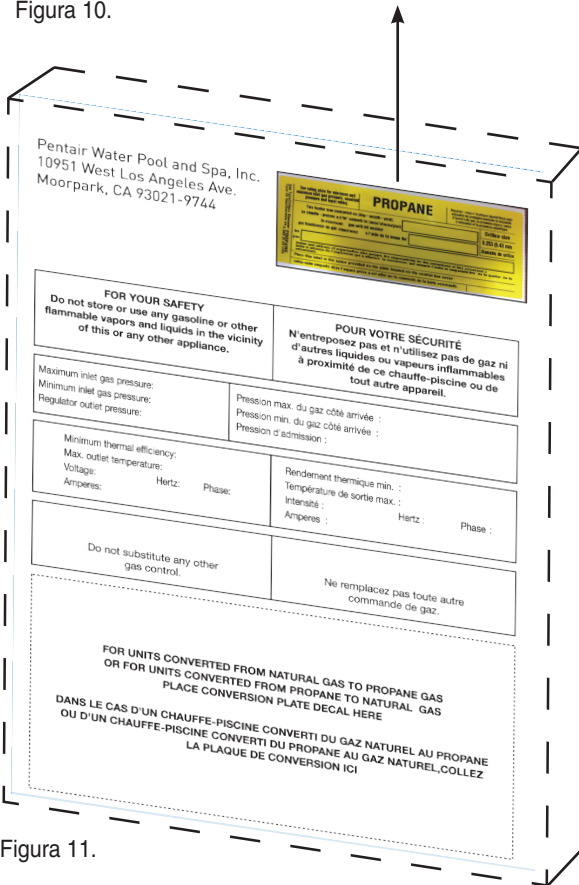

Figura 11.
19. **IMPORTANTE:** Escriba la fecha de la conversión en la etiqueta de conversión con un marcador permanente de punta fina, junto con el nombre y la dirección de los encargados de la conversión. Coloque la etiqueta de conversión en el área reservada a tal efecto en la etiqueta actual del dispositivo. Limpie la superficie con un hisopo con alcohol antes de colocar la etiqueta. Quite la hoja que protege el adhesivo y coloque la etiqueta aplicando presión uniforme sobre toda la superficie. Consulte la figura 11.